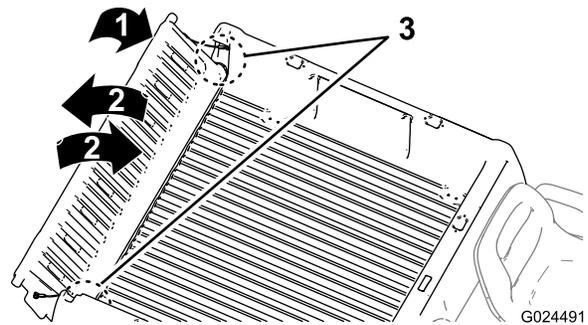

Bild 19
2. Drehen Sie die Heckklappe auf eine ungefähre Stellung von 45° (Bild 19).
3. Drehen Sie die Heckklappe mehrmals mit kurzen, schüttelnden Bewegungen (Bild 19).